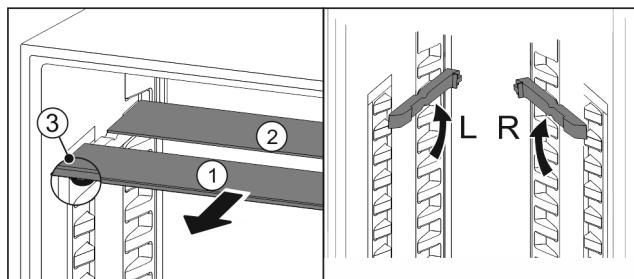

Fig. 29
- Skleněné desky jednotlivě vytáhněte dopředu Fig. 29 (1).
- Skleněná deska Fig. 29 (1) s ozdobnou lištou leží vpředu.
- Zarážky Fig. 29 (3) směřují dolů.